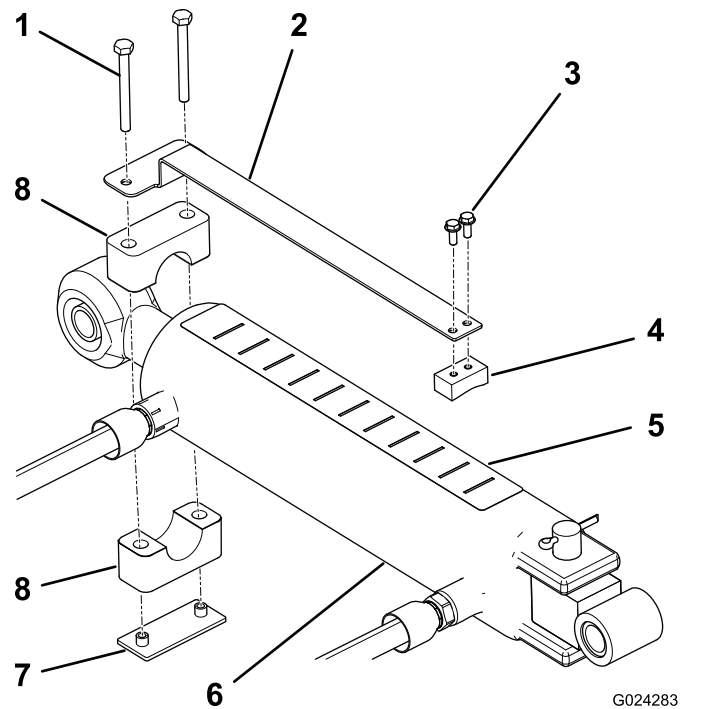

図 8
1. スライドブロックの平らな面に深さゲージを取り付けるねじ#10 x 1/2"2本を使用し、各部材を 図 8 のように配置する。
2. チューブクランプ、溶接プレート、およびねじ1/4 x 2 1/2"2本を使って、深さゲージを上リンクシリンダのロッドの先端部に仮止めする 図 8。適当な位置に自由に回せるようにクランプはゆるく止めておくこと。
4. シリンダの上部に深さ表示ステッカーを貼り付ける。運転位置から見える位置で、かつ、油圧ホースなどの配置を邪魔しない位置を選んで貼り付けること 図 8。デカルの端を、Jの字をエアレータに向けて貼りつける。